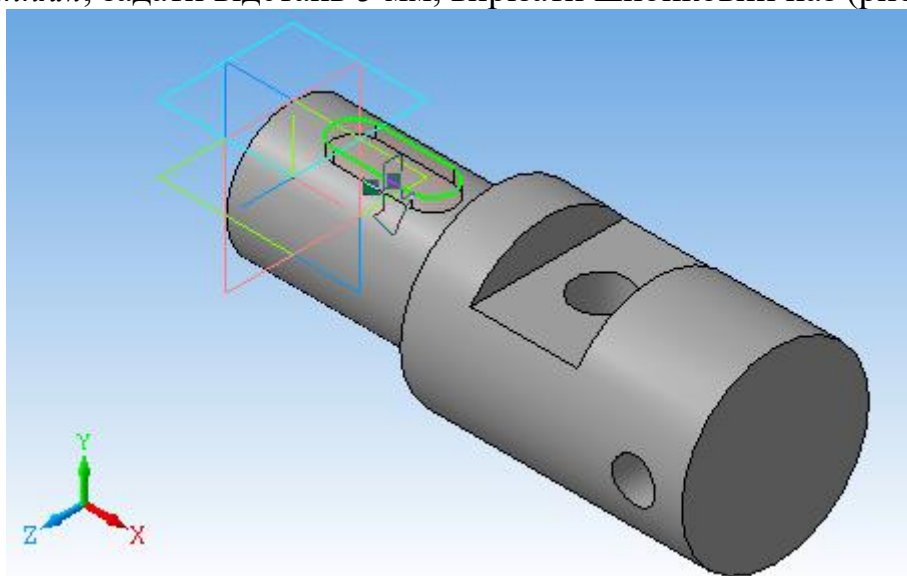

Рис. 7.13
14. Вийти з режиму  *Ескіз*. Вибрати команду  *Вирізати видавлюванням*, задати відстань 5 мм, вирізати шпонковий паз (рис. 7.13).